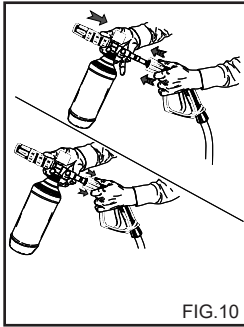
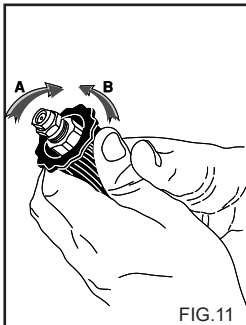

FIG.10
FIG.11
2) Снимите насадку с пистолета и присоедините насадку для распыления моющего средства (рис. 10), включите аппарат и распылите раствор на загрязненную поверхность снизу вверх. Для моделей с функцией всасывания на пистолете включите подачу моющего средства (fig. 11). Оставьте на несколько минут для воздействия моющего средства.